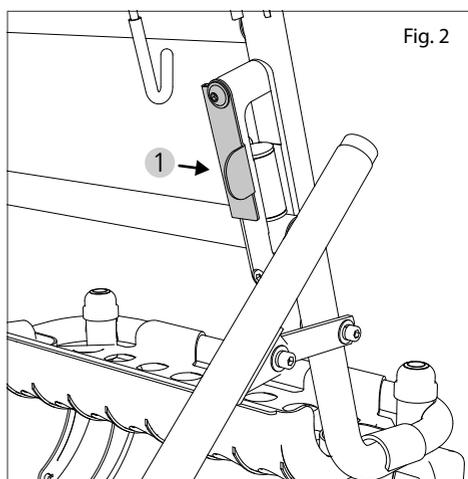

Fig. 2
4. Per agganciare il blocco di chiusura, portare la leva in basso fino a farla scattare nella guida predisposta (1, fig. 2).